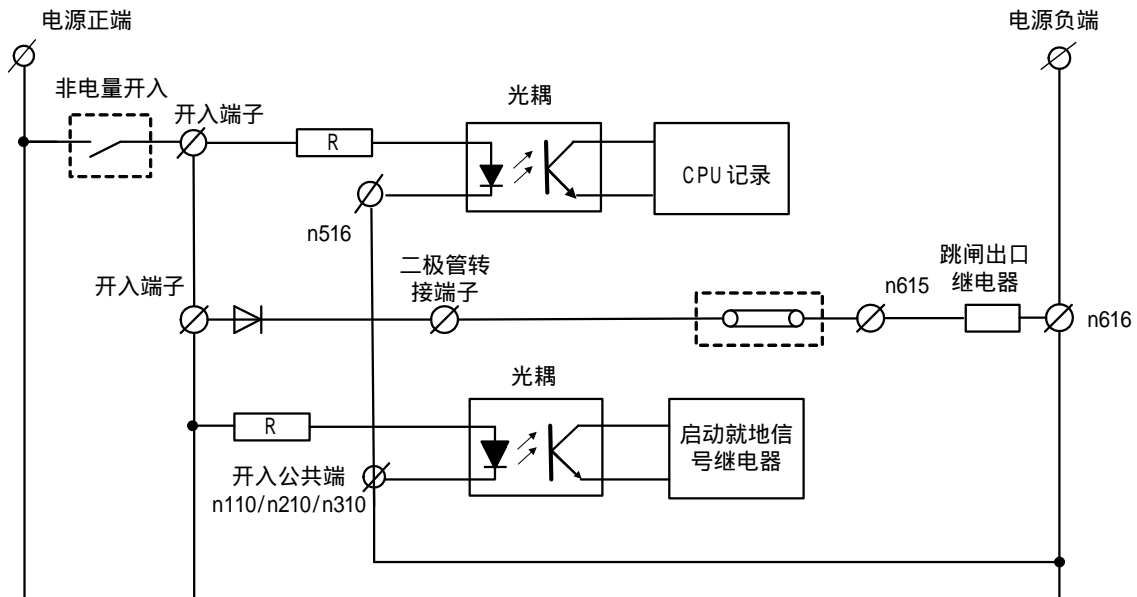
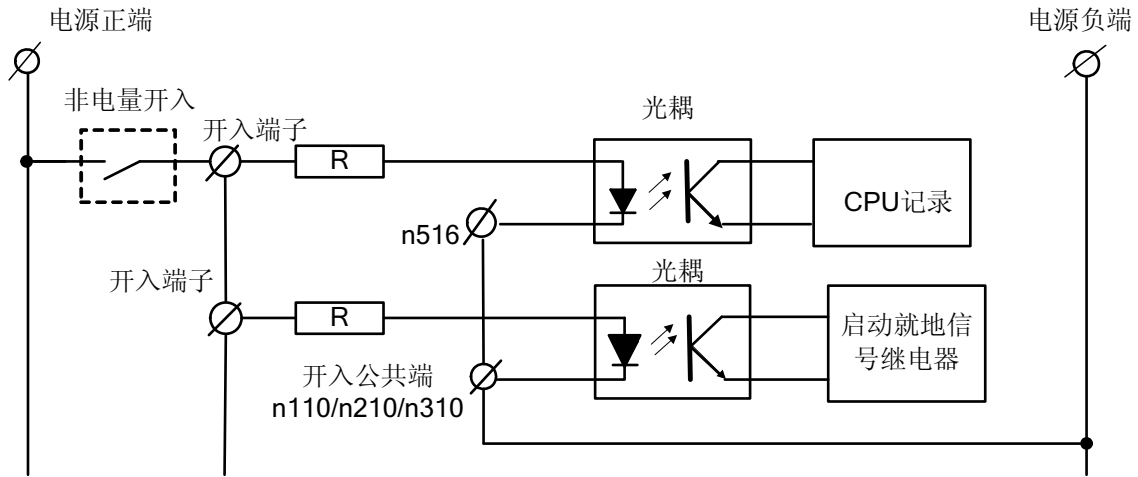
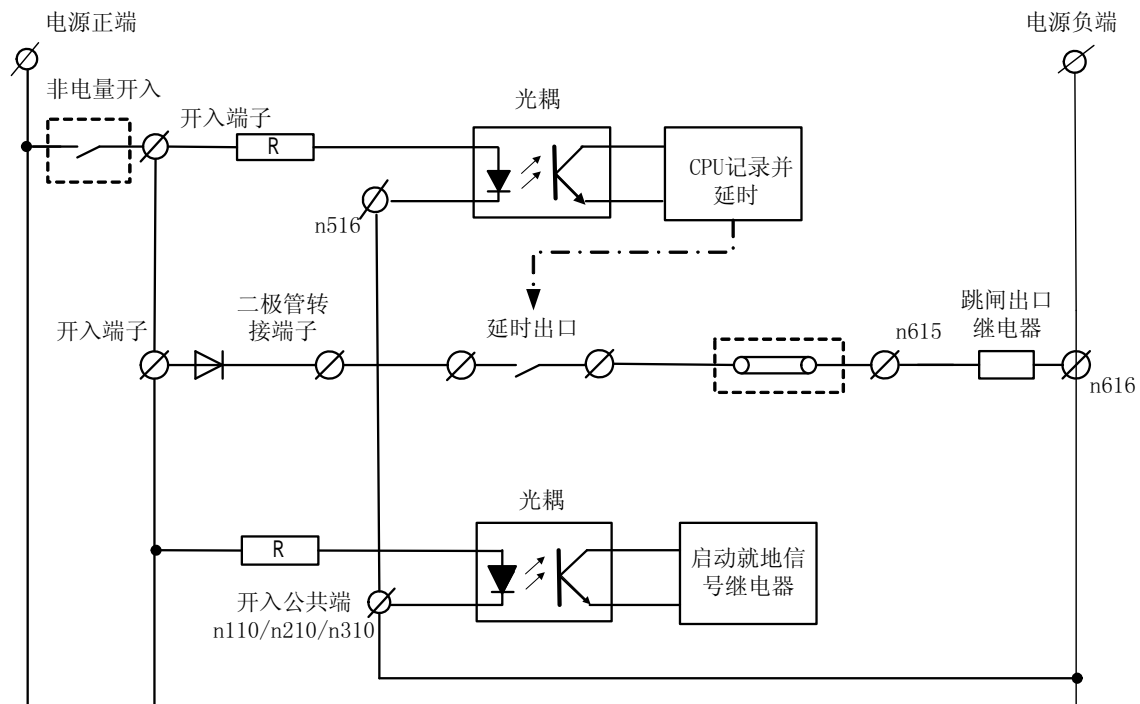

图 3-1-1 直接跳闸的非电量保护原理示意图
图 3-1-2 不跳闸的非电量保护原理示意图
图 3-1-3 延时跳闸的非电量保护原理示意图
WBH-819C 装置完成变压器所有的非电量保护。非电量触点经保护装置重动后给出三组信号触点，同时保护装置的 CPU 记录非电量动作情况。直接跳闸的非电量保护，非电量开入直接启动保护装置中的跳闸出口继电器。需延时跳闸的非电量保护，由 CPU 计时后启动延时出口触点，非电量开入串联延时出口触点后再启动装置中的跳闸出口继电器。该装置可实现 14 路或 10 路非电量保护，其中 3 路非电量保护可以通过 CPU 延时跳闸，延时可以投退。根据非电量保护不同的动作行为，非电量保护的原理示意图分别如图 3-1-1、图 3-1-2、图 3-1-3 所示：
**注意：带延时的保护驱动了所有的延时开出触点，所以各路带延时非电量保护的跳闸压板需串接在相应二极管转接端子和延时开出触点之间，参见图 3-1-3 所示。**